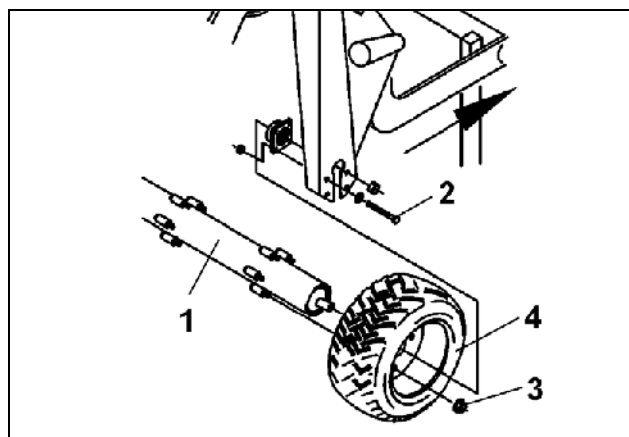

Fig. 122
- Asigurați tăvălugul cu cale la roți împotriva deplasării accidentale și deșurubați tăvălugul (Fig. 122/1). Pentru aceasta îndepărtați în ambele părți șuruburile de prindere (Fig. 122/2).
- Îndepărtați piulițele hexagonale (Fig. 122/3) și scoateți pneurile de pe tăvălug (Fig. 122/4).